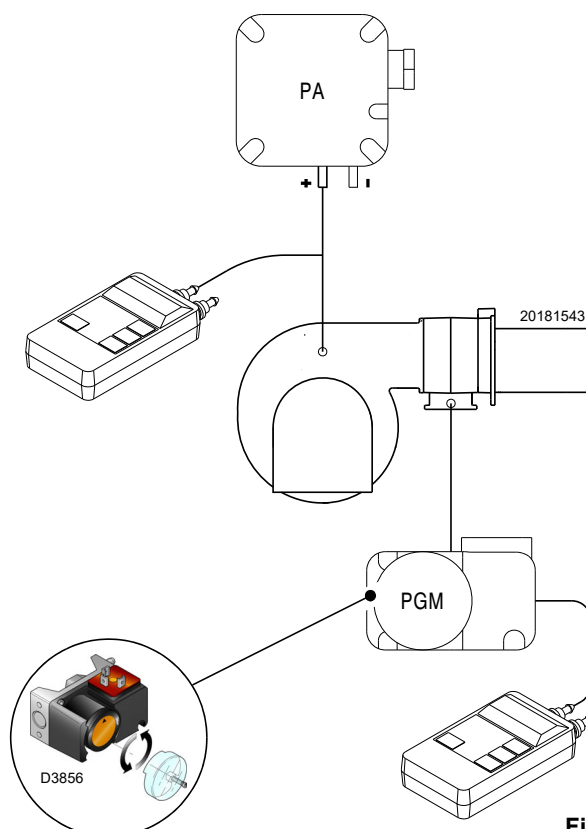

Fig. 29
- Reglați comutatorul de presiune maximă a gazului (Fig. 29 la pag. 31) la sfârșitul scalei.
Efectuați reglarea comutatorului de presiune maximă a gazului (Fig. 29) după efectuarea tuturor celorlalte reglaje ale arzătorului, cu comutatorul de presiune maximă a gazului setat la sfârșitul scării.